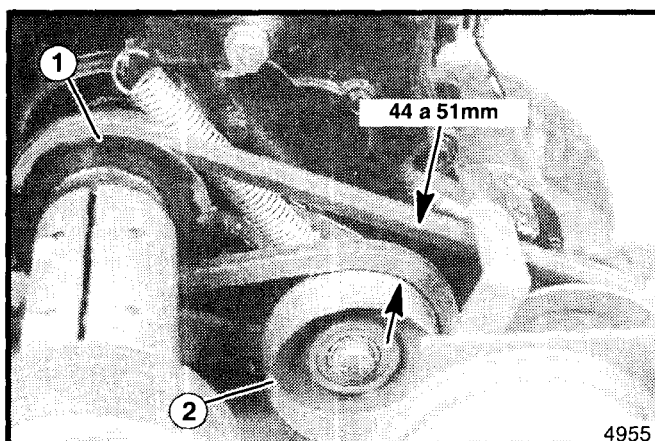

Figura 21. Distanza della cinghia di propulsione
9. Innestare la frizione di propulsione. Misurare la distanza dal bordo superiore della puleggia folle al lato superiore della cinghia di trasmissione (vedere figura 21). La distanza deve essere da 44 a 51 mm (da 1 3/4 a 2 pollici).